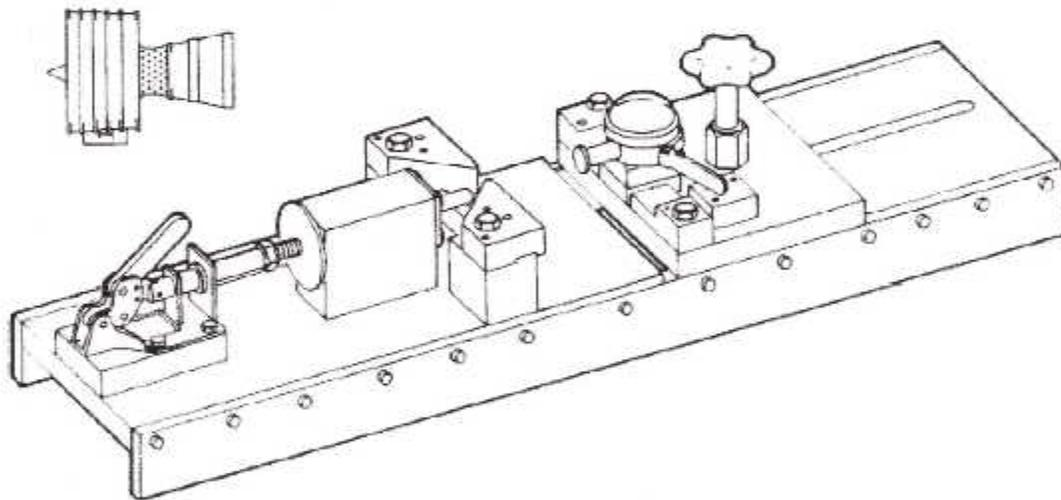
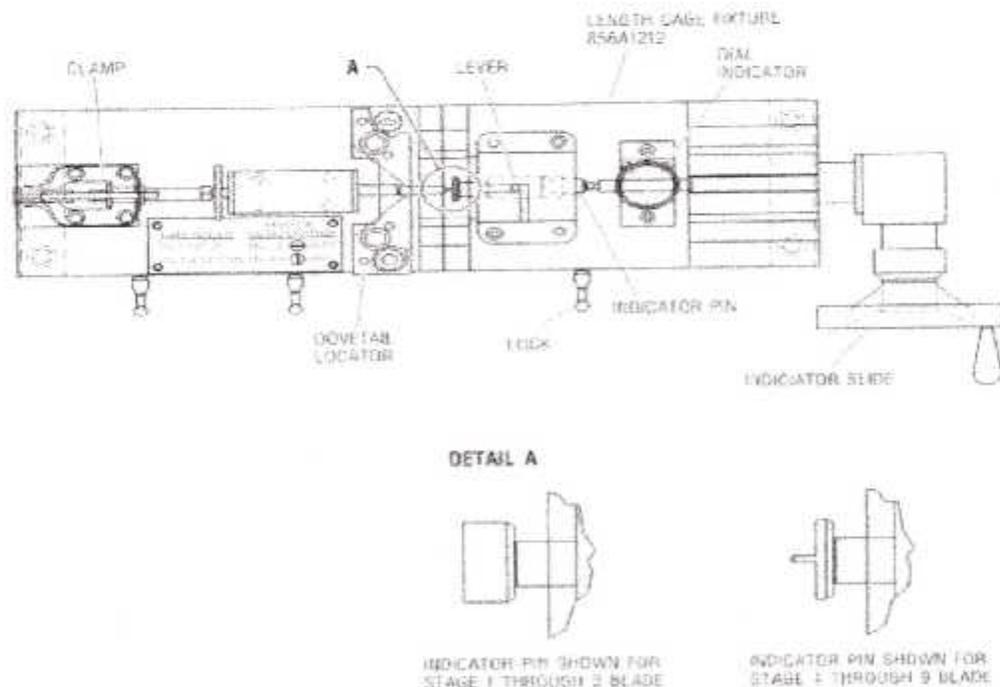

Fig. IV. 7 : Dispositif de Calibration de la longueur, 856A1212G1
Fig. IV. 8 : Mesure de l'Aube a Remplacé.
2. On mesure la longueur de l'ailette qu'on va la remplacer du l'intrados à la fin du profil aérodynamique avec **Dispositif de Calibration de la longueur, 856A1212G1** (fig. IV. 7). Si on ne peut pas mesurer la longueur de la lame, on mesure les deux lames adjacentes et utiliser la longueur de la lame plus courte (Fig. IV. 8).